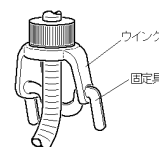

図2. 固定具 (装着状態)
5. 製造時のウイング固定を目的とした、固定具（図2. 参照）が装着されている。